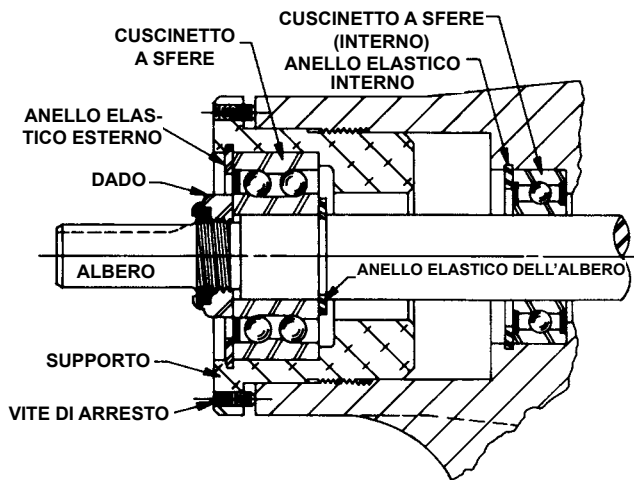

FIGURA 7
6. Installare il cuscinetto a sfera singola nella camicia. Per modelli più vecchi con cuscinetti a tenuta singola, ingrassate il cuscinetto con un grasso polivalente, NLGI #2, e installare nella camicia in modo che il lato con la guarnizione sia rivolto in direzione della testa della pompa. Per pompe di grandezza GG, HJ e HL installare l'anello elastico interno. Vedere **figura 7**, pagina 6.
8. Per pompe di grandezza GG, HJ e HL installare l'anello elastico dell'albero nella scanalatura. Vedere **figura 7**, pagina 6.
10. Ingrassare il cuscinetto a doppia sfera con un grasso polivalente, NLGI #2 e premere nell'alloggiamento con il lato della protezione rivolto verso l'estremità dell'accoppiamento dell'albero. Vedere **figura 7**, pagina 6. (Le pompe di grandezza AS, AK e AL non usano un cuscinetto schermato). Per pompe di grandezza GG, HJ e HL installare l'anello elastico per tenere in sede il cuscinetto.